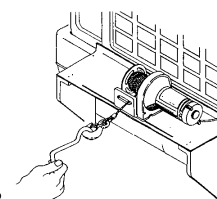

Figura 3
7. **MANTÉNGASE ALEJADO DEL CABRESTANTE, DEL CABLE DE ALAMBRE TENSO Y DEL GANCHO CUANDO ESTÉ OPERANDO EL CABRESTANTE. NUNCA** atraviese el gancho con los dedos cuando enrolle los últimos centímetros de línea. Si su dedo queda atrapado en el gancho, podría perderlo. Use la **BARRA PROTECTORA PARA MANOS** (Figura 3) incluida con